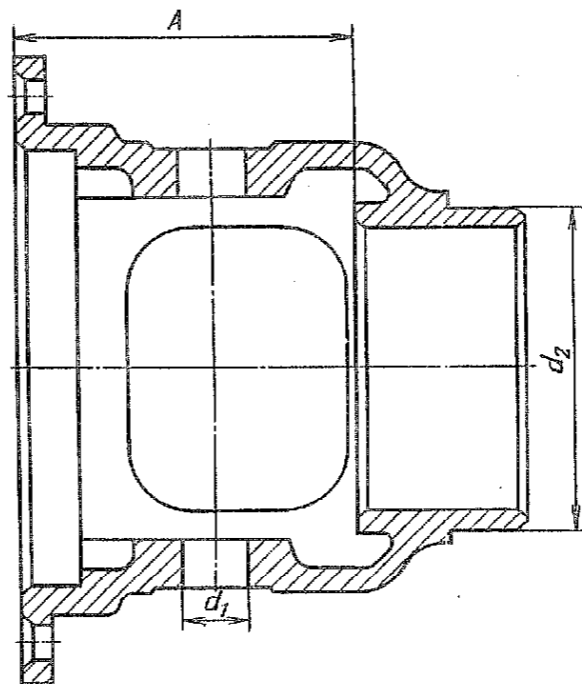

Рис. 143. Коробка дифференциала
2.10. Коробка дифференциала (рис. 143)